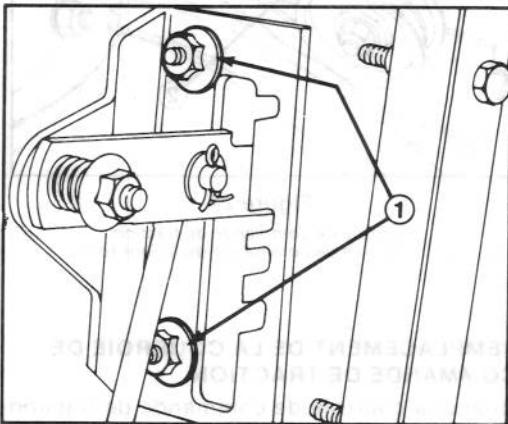

Figure 29
2. Desserrez les écrous à collette qui fixent la plaque du sélecteur à la plaque de commande. Celà vous permettra de déplacer la plaque du sélecteur pour faciliter le réglage (Fig. 29).